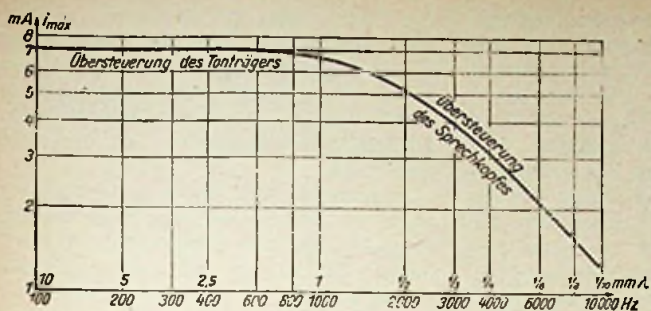

Abb. 4. Größter unverzerrt aufgezeichneter Sprechstrom bei $v = 100$ cm/sec
Da infolge des verwendeten Sprechkopfkern-Werkstoffes und durch die Charakteristik des Tonträgers die Werte von a , J_0 ebenso wie die Arbeitsgeschwindigkeit v von vornherein festliegen, erkennt man aus dieser Gleichung, daß von der Grenzfrequenz f_1 ab der Sprechstrom i_{\approx} proportional mit der Frequenz abfallen muß, da sonst Verzerrungen bei der Aufzeichnung auftreten. Von dem durch Gleichung (1) gegebenen Wert von f_1 bzw. i_{\approx} ab liegt also eine Übersteuerung des Tonträgers durch die besondere Art der Magnetisierung vor dem Spalt des Sprechkopfes vor, welche die unverzerrte Aussteuerung der hohen Frequenzen begrenzt, während die unverzerrte Aussteuerung der Tiefen allein durch die magnetischen Eigenschaften des Tonträgers, d. h. also durch die Länge des geradlinigen Teils sowie durch die Steilheit seiner Hystereseschleife, begrenzt ist. Trägt man nun die größten unverzerrt aufgezeichneten Sprechströme als Funktion der Frequenz auf, so gelangt man zu Bild 4, aus dem die geschilderten Zusammenhänge deutlich ersichtlich sind.
weise in dem Bereich zwischen 500 und 2000 Hz auftreten und daß die Amplituden nach höheren Frequenzen zu in der Regel mindestens ebenso steil abfallen wie die Grenzkurve der zulässigen Aussteuerung in Bild 4.